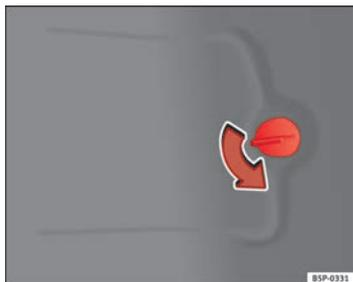

Fig. 193 Luzes na carroçaria
- Abrir a tampa do painel lateral do porta-bagagens ⇒ Fig. 193.